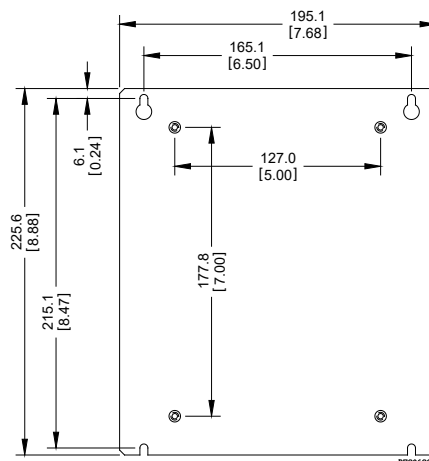

Figura 3. Dimensioni del pannello
- Unità principale montata su pannello adattatore.** Posizionare come desiderato sulla piastra di montaggio dell'alloggiamento e individuare i fori di montaggio sulla piastra usando le scanalature del pannello adattatore come una matrice. Per le dimensioni del pannello adattatore, vedere la *Figura 3*. Forare e maschiare fori di montaggio nella piastra con un maschiatore 8-32 UNC. Posizionare l'FB107 con il pannello adattatore sulle posizioni maschiate e fissarlo alla piastra con le quattro viti 8-32 UNC x 0,38" fornite. Serrare le viti fino in fondo.